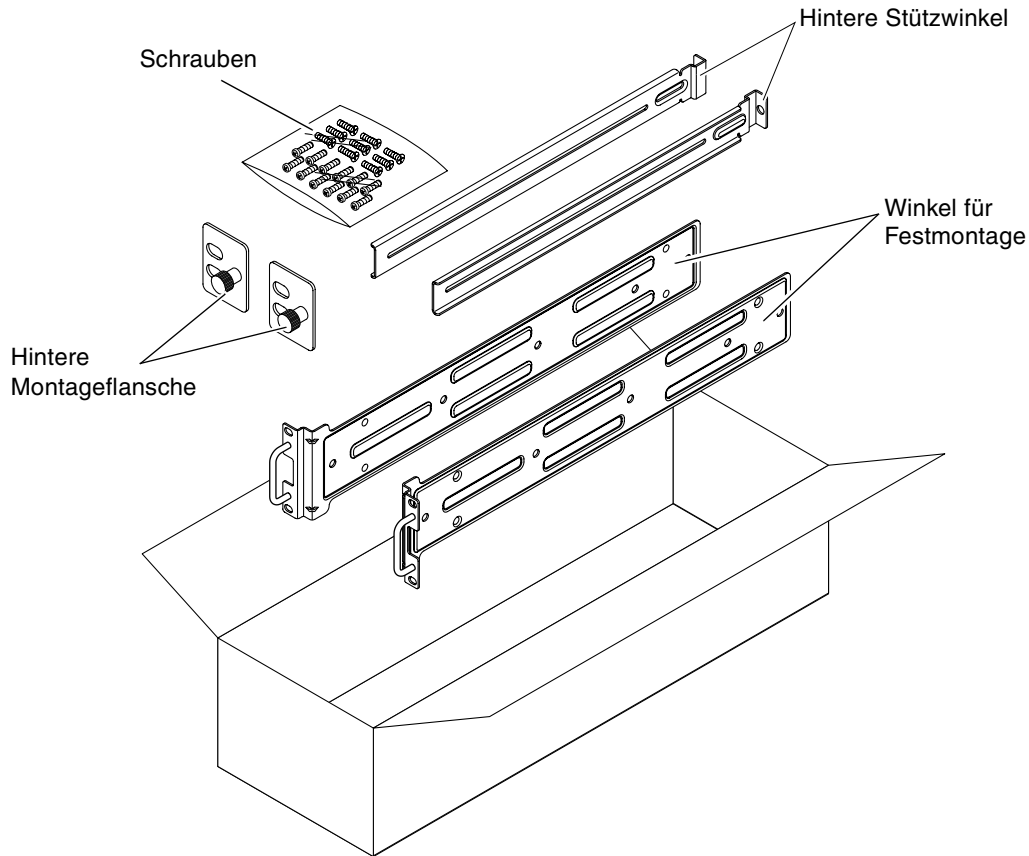

ABBILDUNG 3-1 Inhalt des Montagesatzes für den Festeinbau in ein 19-Zoll-Rack mit vier Stützen
1. Nehmen Sie die Festmontagewinkel aus dem Montagesatz (ABBILDUNG 3-1).
4. Nehmen Sie die hinteren Stützwinkel aus dem Montagesatz (ABBILDUNG 3-1).
8. Nehmen Sie die hinteren Montageflansche aus dem Montagesatz (ABBILDUNG 3-1).
Sie benötigen nun auch die Montagewinkel aus dem Standardmontagesatz, der im Lieferumfang des Netra 240 Servers enthalten ist (ABBILDUNG 3-1).
1. Nehmen Sie die Festmontagewinkel sowie die M5-Kreuzschlitz-Senkkopfschrauben × (8 mm) aus dem Standardmontagesatz (ABBILDUNG 3-1).